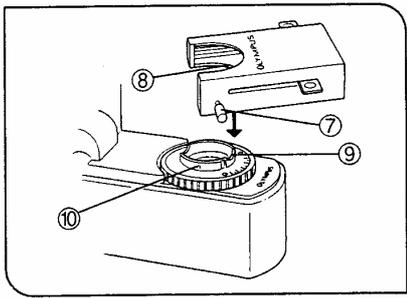
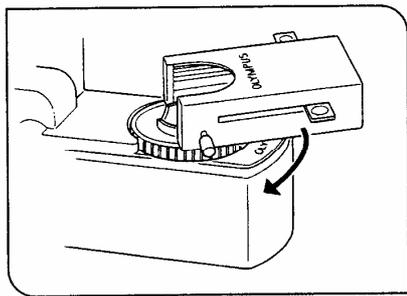

图 8
图 9
1. 完全松开滤色片盒固定螺丝⑦(图8)。
2. 将滤色片盒底表面的销子⑧与滤色片架上的定位槽⑨对齐, 然后, 把滤色片盒从上面压进位置。
3. 转动滤色片盒, 将其边缘和底座对齐(图9)。
4. 将固定螺丝⑦和滤色片架上的定位孔⑩对齐, 然后拧紧螺丝, 固定滤色片盒。